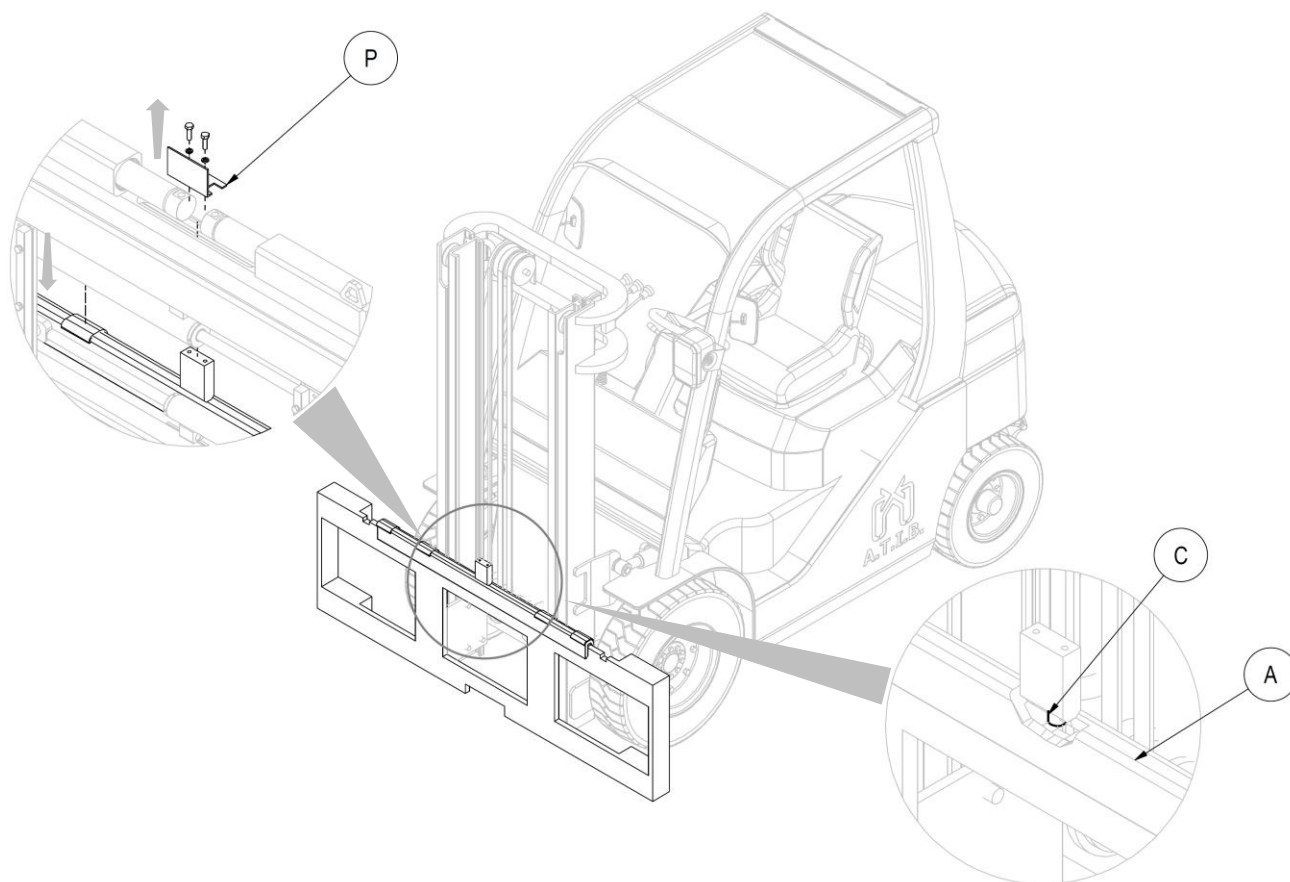

Figura 5
4. Tomar manualmente el doble gancho **A** (con las correspondientes deslizaderas), después de haber desatornillado los tornillos de la “placa de protección” (**P**), y colocarlo en el perfil superior de la placa porta horquillas, cuidando de colocar el centrador **C** en la muesca central del mismo (mira *Figura 5*).